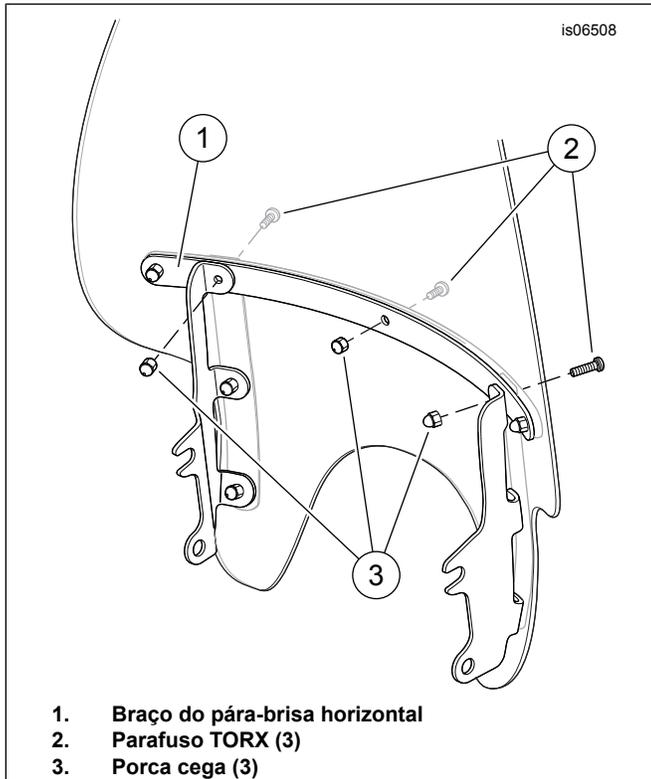

Figura 3. Remoção dos parafusos superiores do pára-brisa (típicos)
2. Veja Figura 3. Segurando as porcas cegas (3) no lado traseiro, remova os três parafusos TORX (2) **internos** que fixam o braço do pára-brisa horizontal (1). Guarde as porcas cegas para instalação. Os parafusos podem ser descartados.